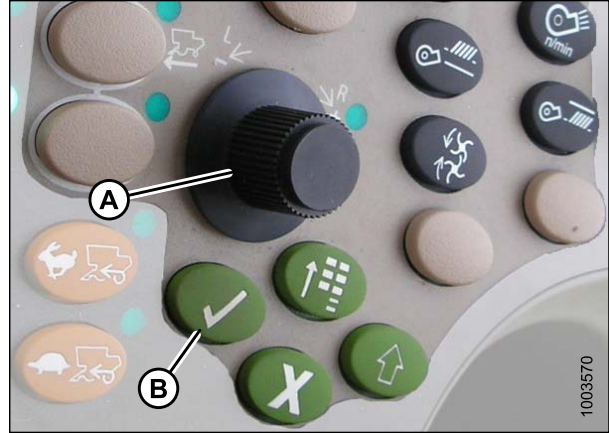

Рисунок 4.65: Консоль управления комбайна John Deere
4. Выберите HEADER (ПОДБОРЩИК) в поле (А), прокручивая перечень вниз с помощью ручки прокрутки, и нажмите кнопку с галочкой (ручка и кнопка показаны на рисунке внизу) (рис. 4.65, страница 130).